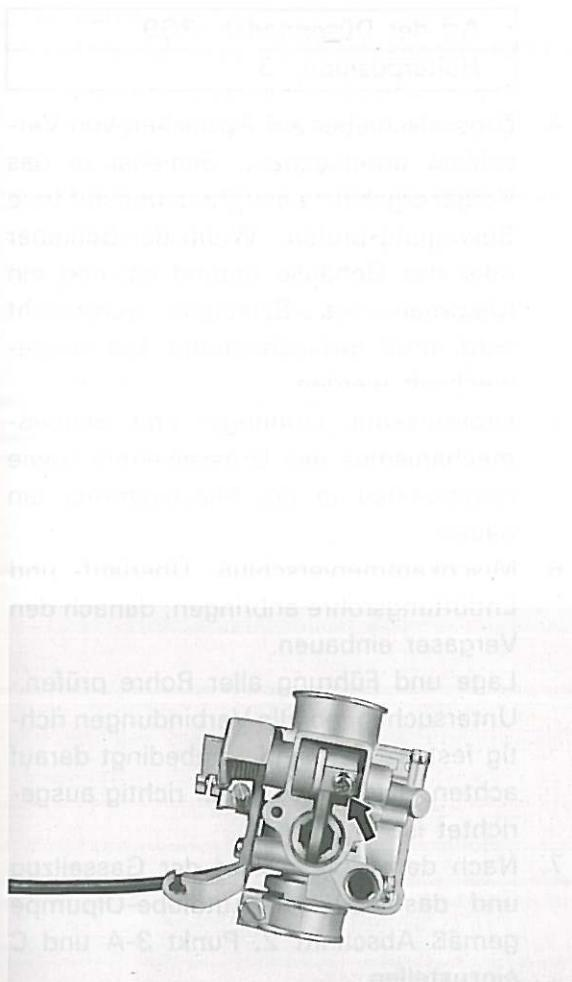

Fig. 4-2-17
1. Remove the mixing chamber top, and remove the throttle shaft bolt. (Fig. 4-2-17)
1. Enlever le couvercle de la chambre de mélange, et enlever le boulon de la tige d'accélérateur. (Fig. 4-2-17)
1. Mischkamerverschluß abnehmen und Drosselwellenschraube entfernen. (Fig. 4-2-17)